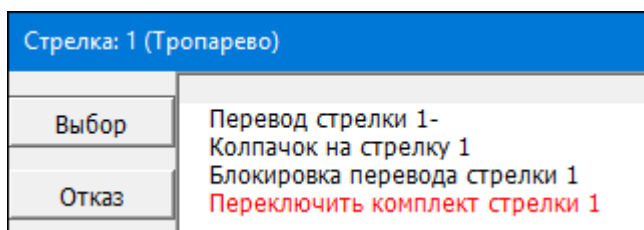

Рис. 3.11 Окно возможных команд ТУ для стрелки
2. В появившемся окне команд, которые могут быть выполнены для выбранной стрелки (Рис. 3.11), выбрать команду перевода стрелки.
Команды установки/снятия колпачка можно послать из окна возможных команд ТУ для стрелки (Рис. 3.11) и из основного меню, выбрав «Стрелки» - «Колпачок».
Команды выключения/включения стрелок можно послать из окна возможных команд ТУ для стрелки (Рис. 3.11) и из основного меню, выбрав «Стрелки» - «Выключение».
Команды подключения/отключения резервного комплекта можно послать из окна возможных команд ТУ для стрелки (Рис. 3.11) и из основного меню, выбрав «Стрелки» - «Резервный комплект».